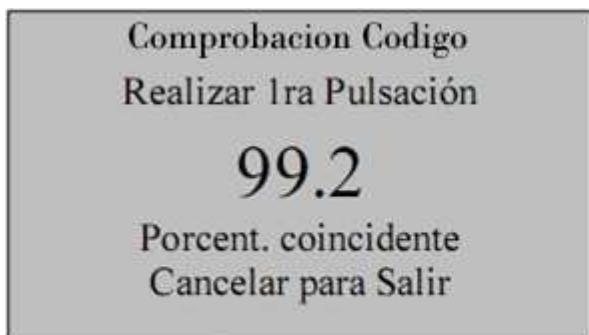
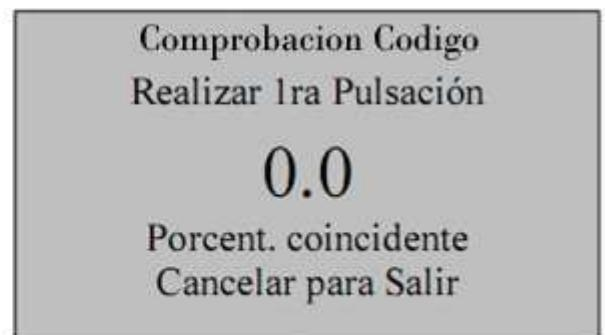

Fig. 7
Fig. 8
- Aparecerá no display “**Procesando**” e ao fim de uns segundos é-nos mostrada a percentagem de coincidência entre as duas pulsações (fig.7 ou fig.8)